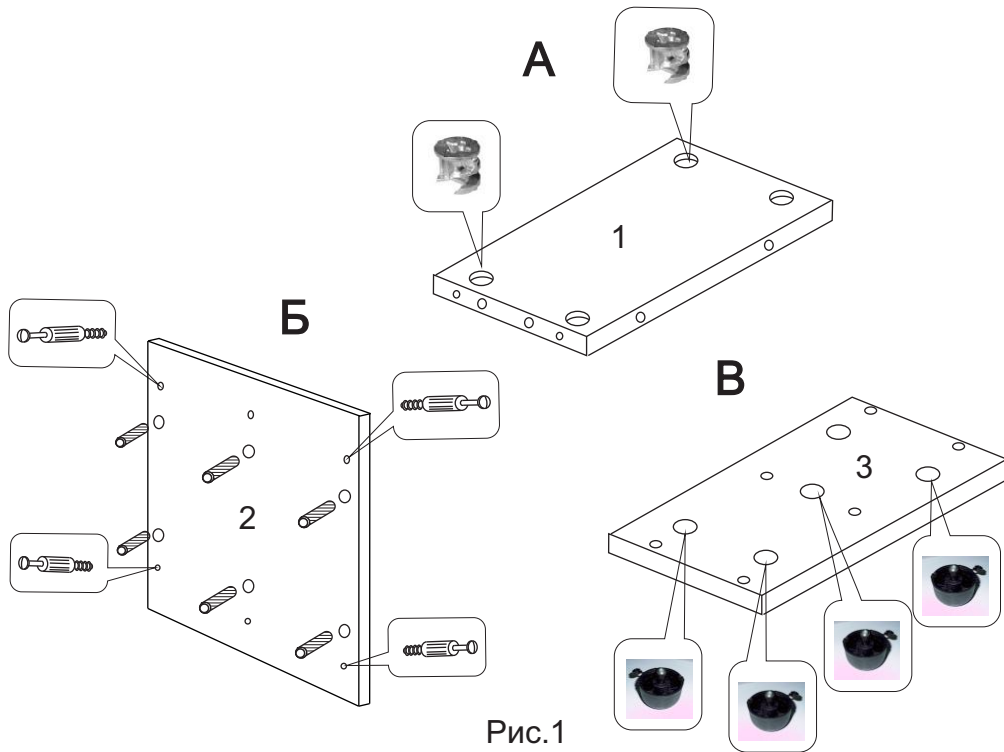

Рис.1
1. Сборка начинается с установки фурнитуры на боковинах и перегородке пуфа (дет.1). В отверстия диаметром 15 мм на установите эксцентрики (Ф-3) (рис.1А).
2. Далее на передней и задней стенках пуфа (дет. 2) в отверстия диаметром 5 мм ввинтите винты для минификса (Ф-2), а в отверстия диаметром 8 мм вставьте шканыты (Ф-6) до упора (рис. 1Б).
3. В отверстия большего диаметра в дне (дет. 3) вставьте регулируемые ножки (Ф-1), выполните регулировку ножек по высоте с помощью шестигранного ключа (Ф-8) (рис. 1В).